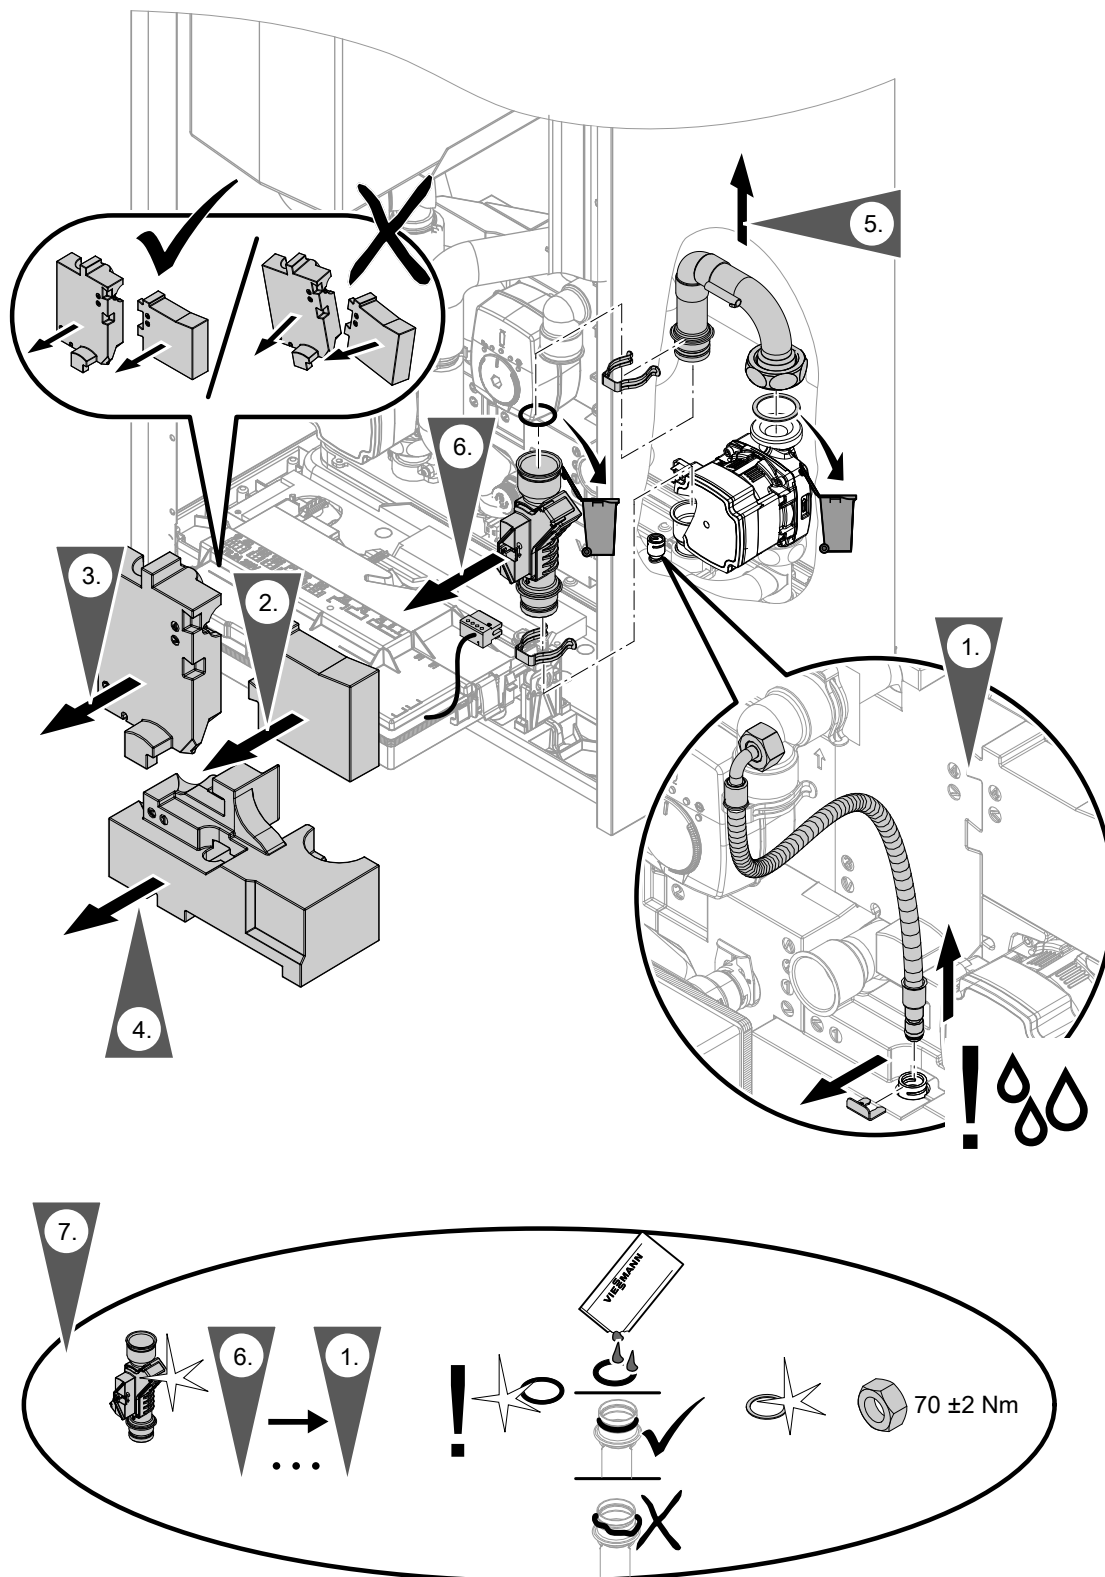

Abb. 106
- Anschlussleitung Volumenstromsensor (falls vorhanden): Siehe Abb. 106.